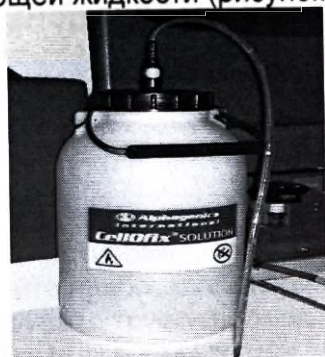

Рис.2-17
11. Затем подключите другой конец трубки к разъему на крышке контейнера для фиксирующей жидкости (рисунок 2-17).